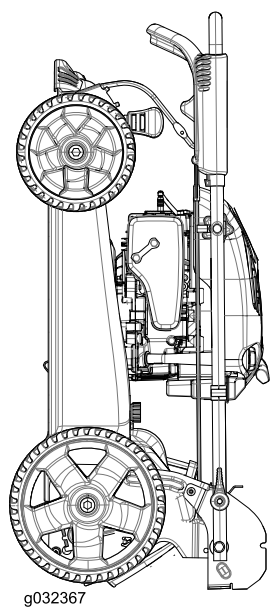

Figura 20
6. Levante la parte delantera de la máquina con el manillar y llévala al lugar de almacenamiento (Figura 20).